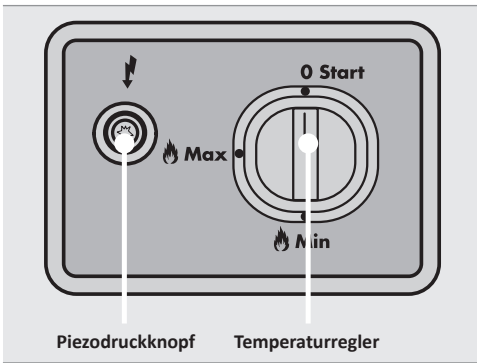

Abb. 5: Bedienfeld
- Vergewissern Sie sich, dass der **Drehknopf** am Bedienfeld auf der Position **START** steht. Sollte dies nicht der Fall sein, drücken Sie den **Drehknopf** leicht nach unten und drehen Sie ihn auf die Position **START** (siehe Abb. 5)
die Wächterflamme zu entzünden (siehe Abb. 5). Ist die Wächterflamme sichtbar, gehen Sie wie folgt vor: